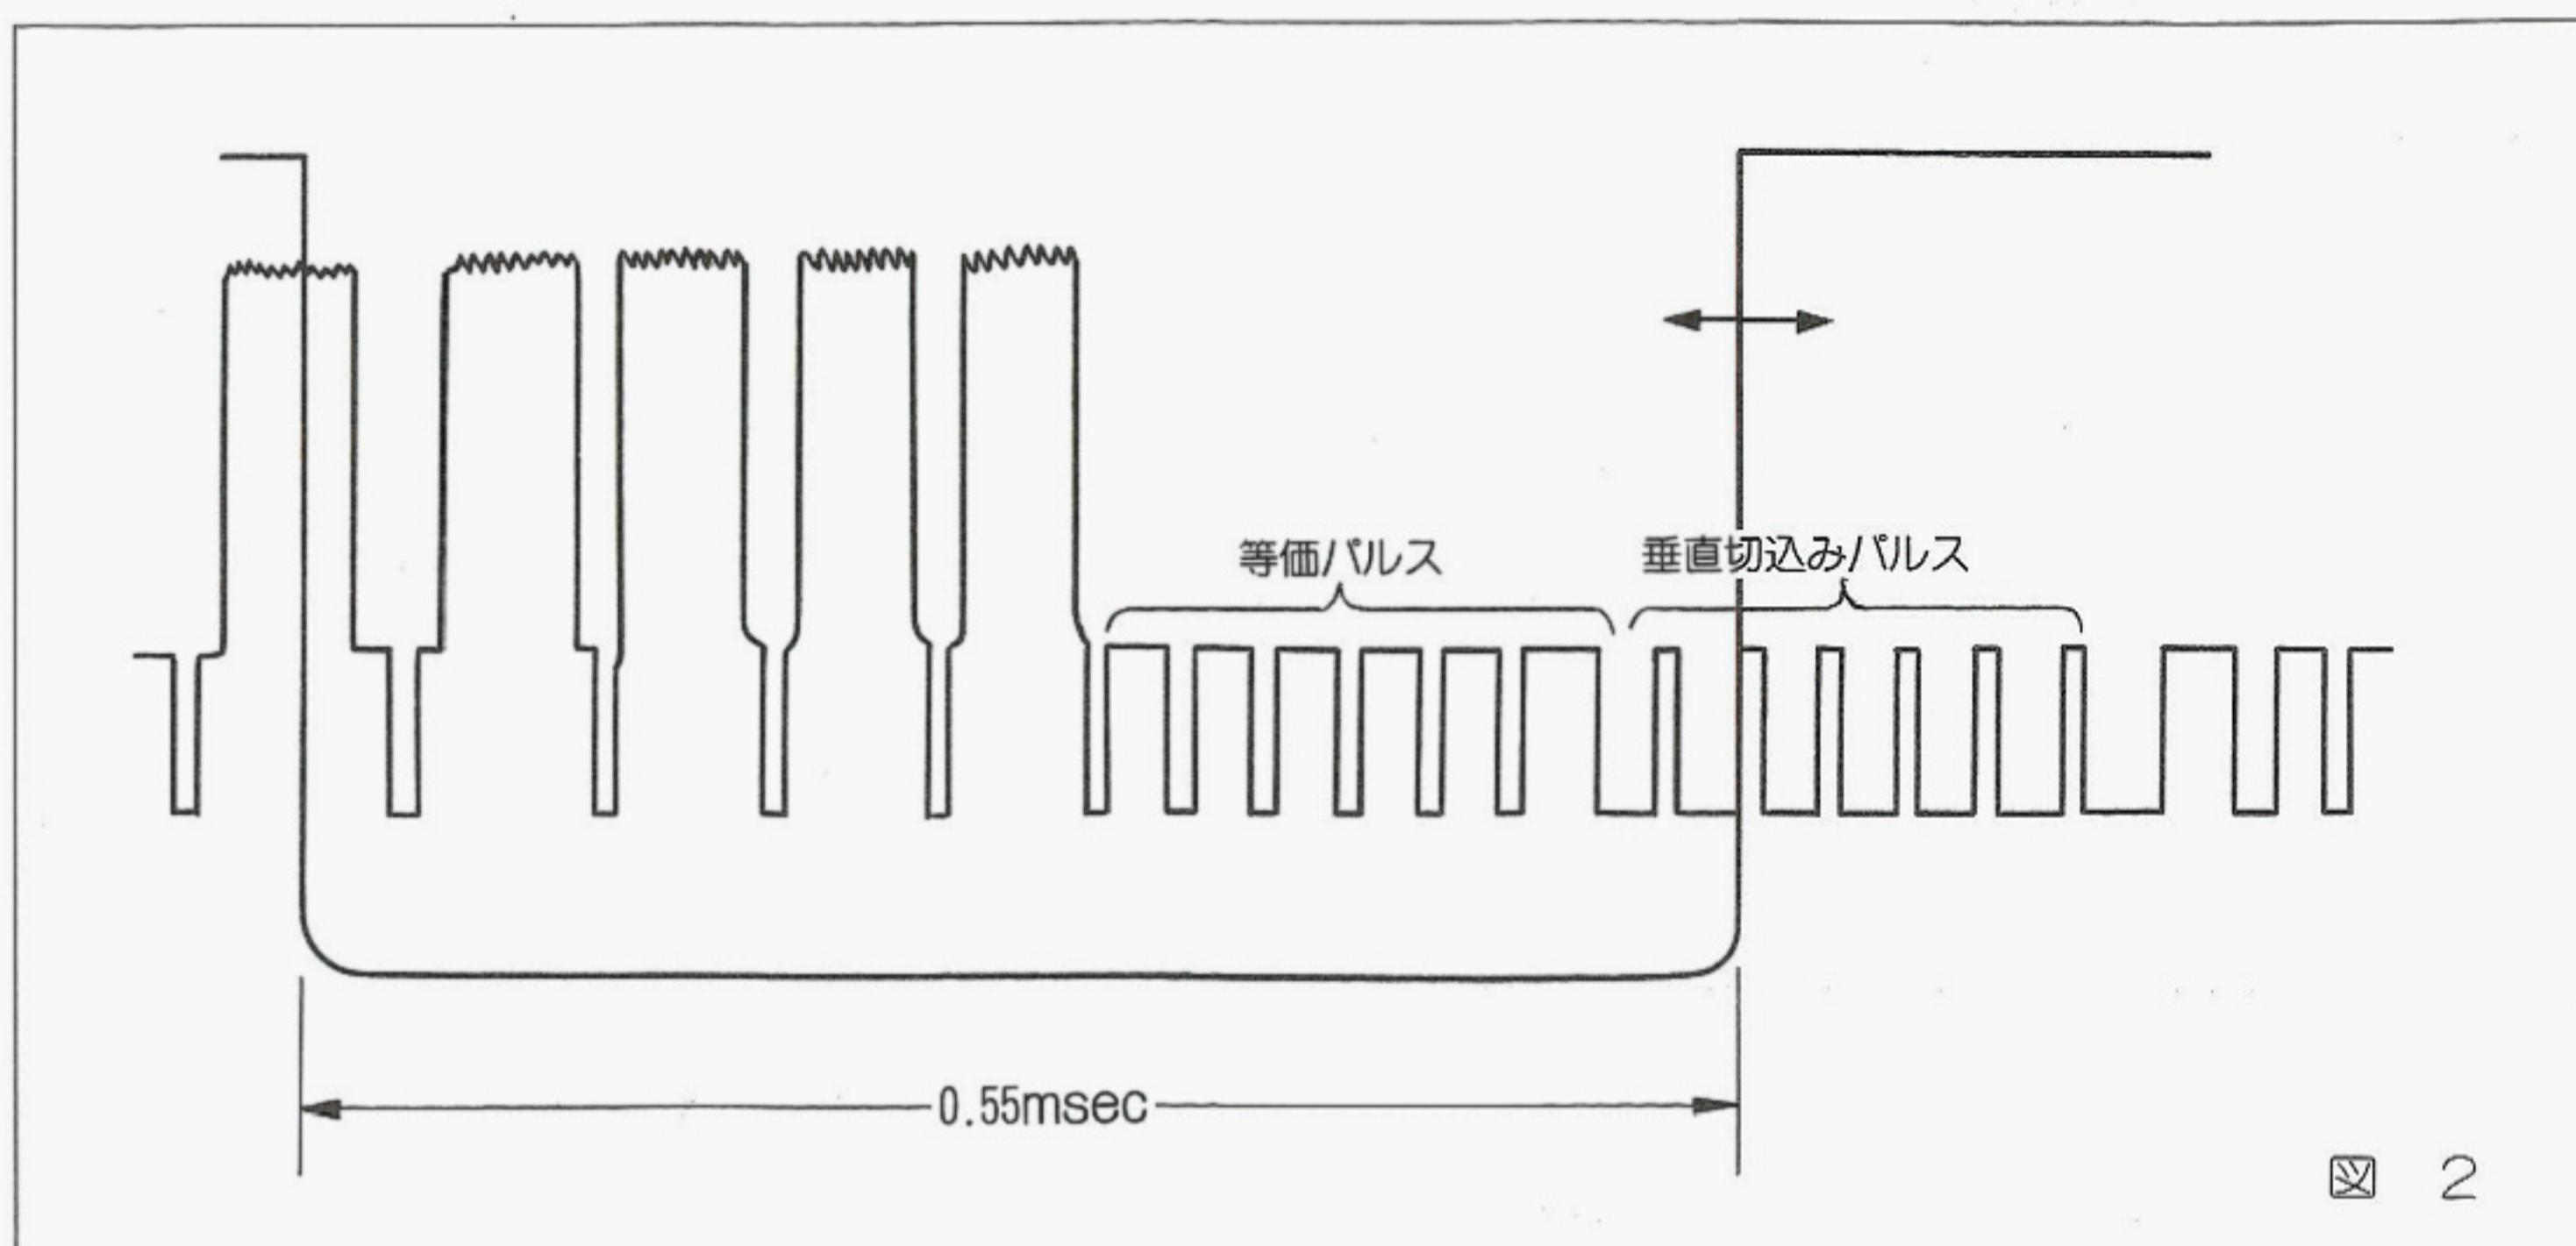

図 2
- 5) 図2の様に垂直同期の立ち上がりをビデオの垂直切込みパルスの2パルス目に重る様R570を調整します。
- 1) (8)の調整完了後にシンクロはそのまま図2の様に垂直パルス幅を0.55msecになる様R567にて調整します。